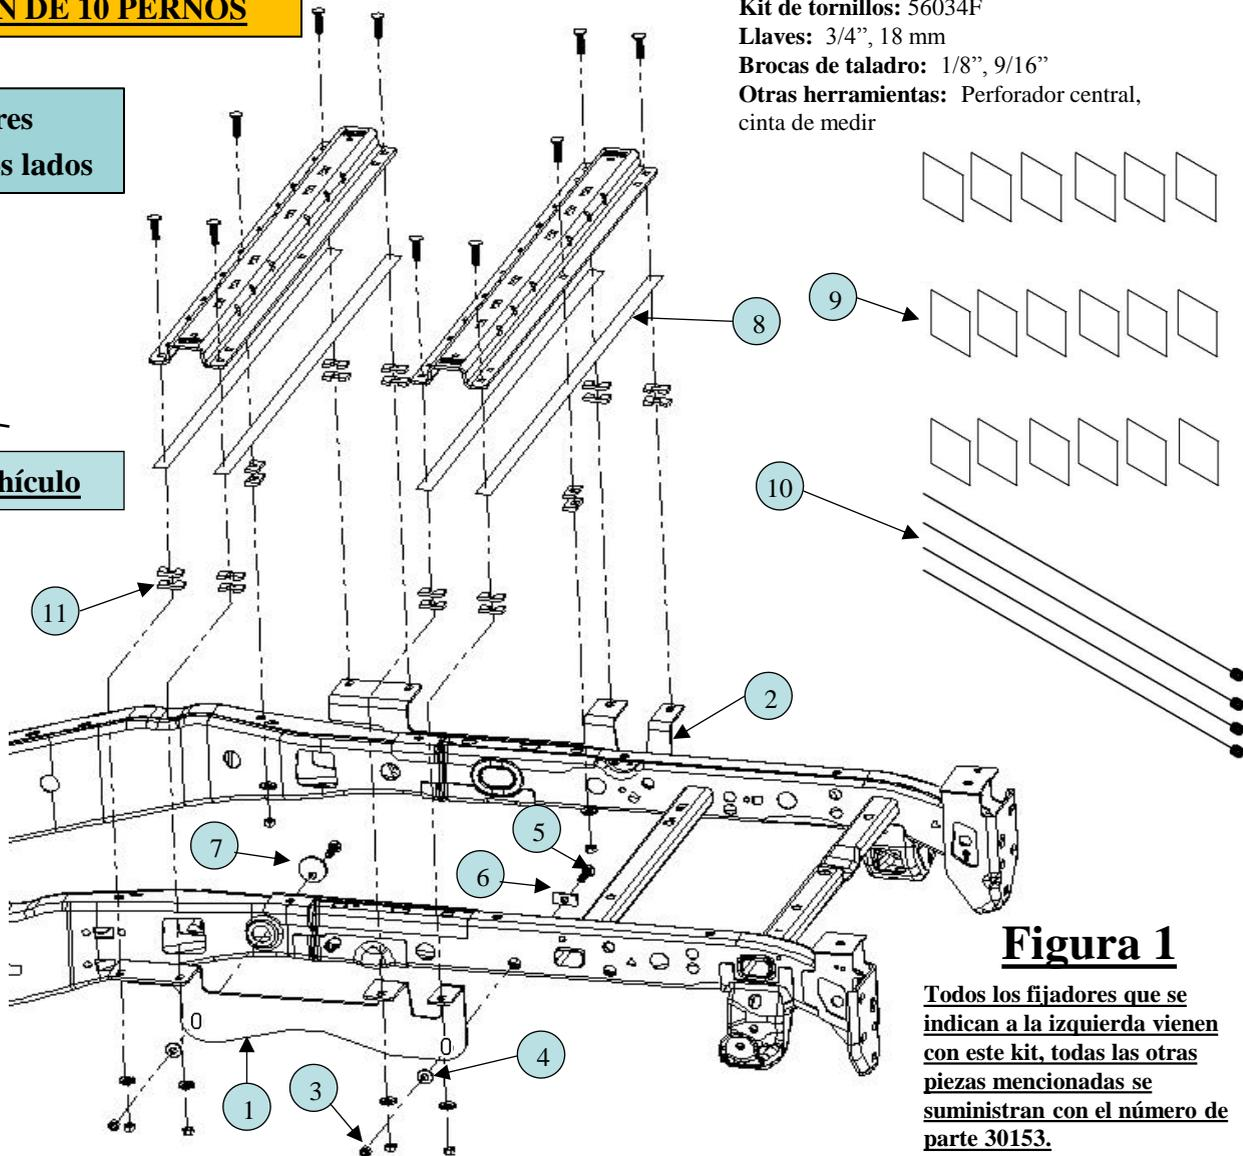

Figura 1
2. Colocar las tiras aislantes galvánicas (8) en la superficie inferior del larguero para proteger la cama de aluminio del vehículo como se muestra en la Figura 1.
5. Sin apretar instalar los soportes del bastidor (1) y (2) usando las piezas apropiadas y apretar a mano. (Ver Figura 1).
- Empezando con el orificio de montaje posterior primero, introducir el alambre de insertar enrollado (10) a través del orificio de montaje de 1" de diámetro en el lado del bastidor del vehículo y hacia afuera a través del orificio de acceso de 1-1/2" de diámetro en el interior del bastidor.
- Deslizar el bloque (6) sobre el extremo enrollado del alambre de insertar e instalar el perno de carruaje de 1/1.75" x 2" (5).
- Con el otro extremo del alambre de insertar (10), insertarlo a través de la parte posterior del soporte del bastidor (1) y (2) y suavemente halar el extremo del alambre de insertar (10) de manera que las piezas se muevan a través del bastidor y hacia su posición en el soporte del bastidor.
- Instalar la arandela cónica de 1/2" (4) y la tuerca de 1/2" (3) y apretar a mano.
- Para el orificio de montaje delantero, insertar el extremo enrollado del alambre de insertar (10) a través del orificio de montaje de 1-1/2" de diámetro en el costado del bastidor del vehículo y hacia afuera a través del orificio de acceso ovalado grande en el interior del bastidor.
- Deslizar el bloque circular (7) sobre el extremo enrollado de la guía de pernos e instalar el perno de carruaje de 1/1.75" x 2" (5).
Nota: Es importante que el orificio cuadrado en el bloque de circular (7) encaje en la parte inferior del orificio de montaje en el bastidor como se muestra en la Figura 1. El bloque circular (7) debe encajar al interior del repujado en el bastidor del vehículo.
6. Revisar que los orificios perforados de 1/8" en el paso 4 se alineen con las ranuras del soporte del bastidor (1) y (2).